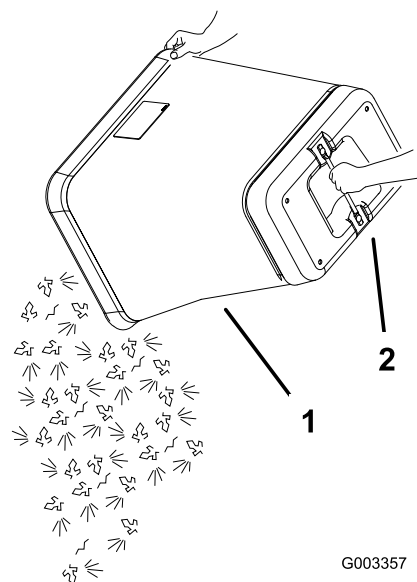

Figure 13
6. Saisissez la poignée située sous le bac et renversez ce dernier pour le vider (Figure 13).